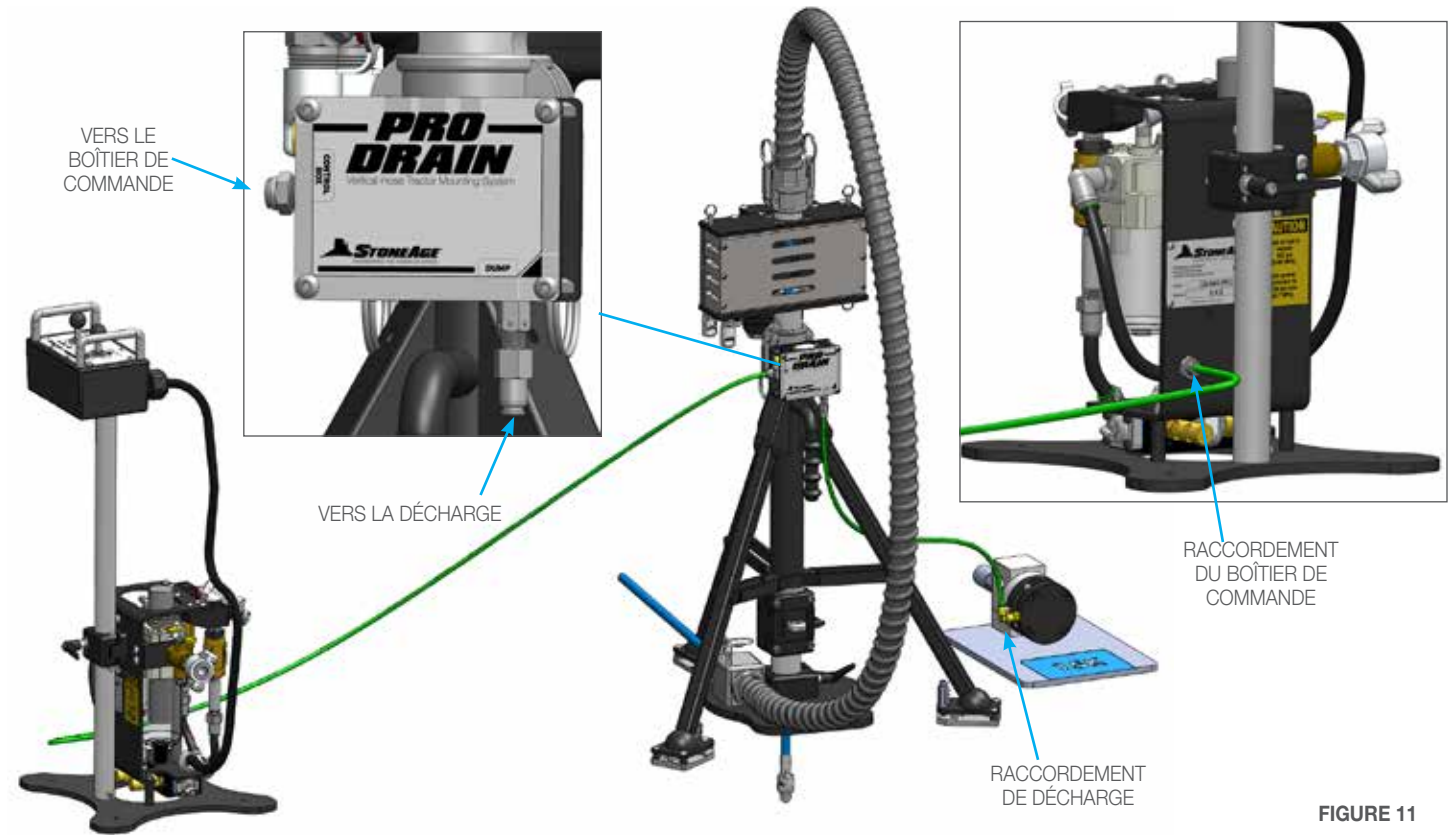

FIGURE 11
13. Raccordez les conduites pneumatiques de 1/4" du boîtier de commande à l'ensemble de vannes sur le socle tripode et du socle tripode vers la décharge. **(Figure 11)**